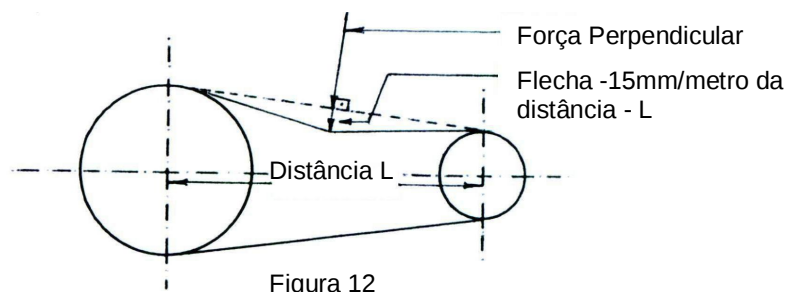

Figura 12
1. Mida la distancia entre los centros "L", figura 12